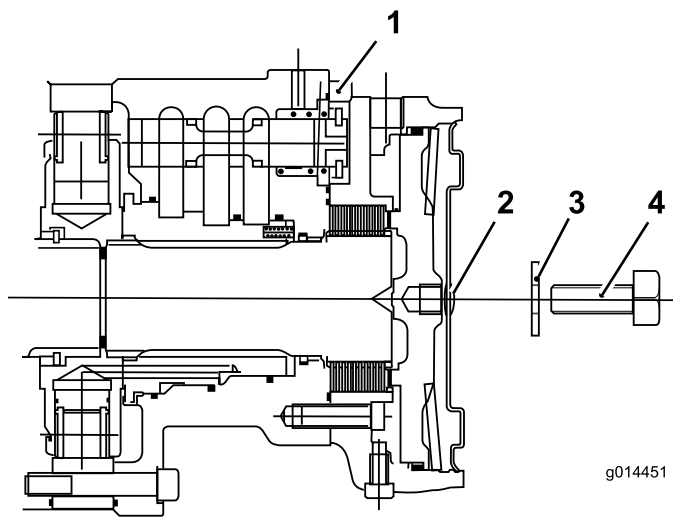

Bild 62
- C. Montieren Sie die Sechskantschraube an die Motorendplatte (Bild 62).